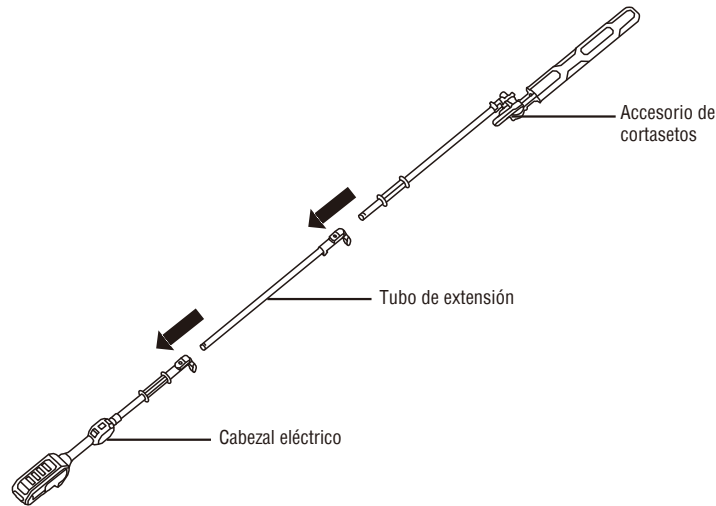

Fig.3
**NOTE:** Siga el proceso descrito en la sección “5.1 Conexión del cortasetos al cabezal eléctrico” para instalar el tubo de extensión entre el cortasetos y el cabezal eléctrico (Fig. 3). Una vez montado correctamente, el accesorio de cortasetos, el tubo de extensión y el cabezal eléctrico no deben separarse al tirar de ellos. Compruebe siempre la conexión tirando de ellos. Repita los pasos anteriores si el eje puede separarse.